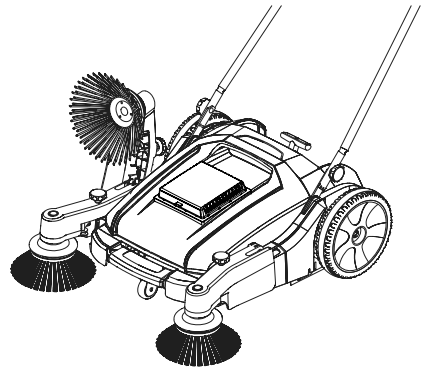

Fig. 7 – Regulación de las escobas laterales en la posición vertical
- f. En piso con mucho polvo o cuando la barredora no estuviera en uso, mantenga las escobas laterales (3) y (6) en la posición vertical, conforme Fig. 7.